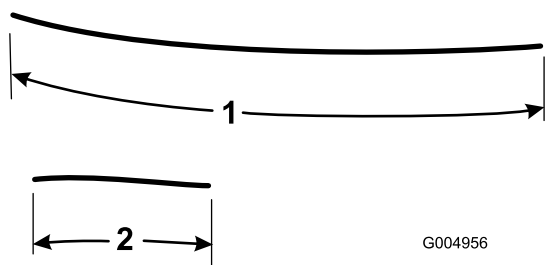

Figure 13
7. À partir du restant de flexible, coupez 2 morceaux de 140 cm (55 po) et 57 cm (22-1/2 po) respectivement (Figure 13). Mettez au rebut le reste du flexible. Ces morceaux seront utilisés pour terminer les raccords du groupe de déplacement.